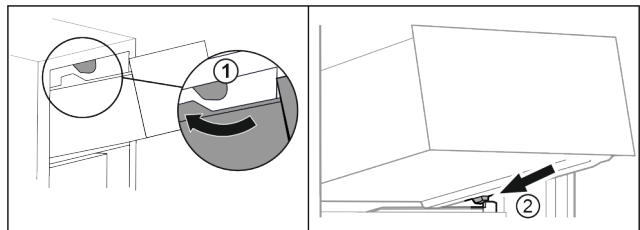

Fig. 133
- ▶ Guider le tiroir en contournant les butées supérieures. Fig. 133 (1)
- ▶ Placer le tiroir, en l'inclinant, derrière les butées inférieures sur la nervure de récipient. Fig. 133 (2)